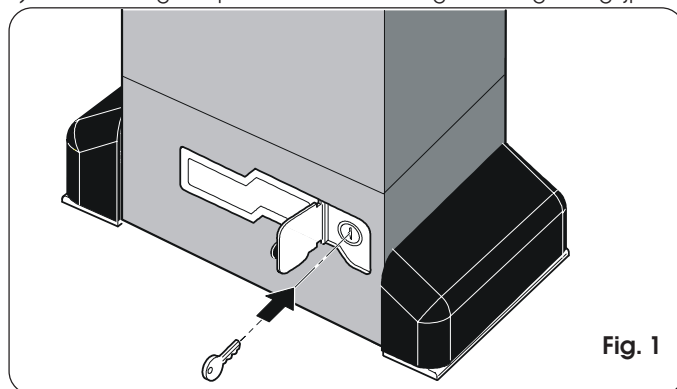

Fig. 1
- 2) Maak het beschermdertje open steek de hiervoor bijgeleverde sleutel in het slot, zoals aangegeven op fig. 1.